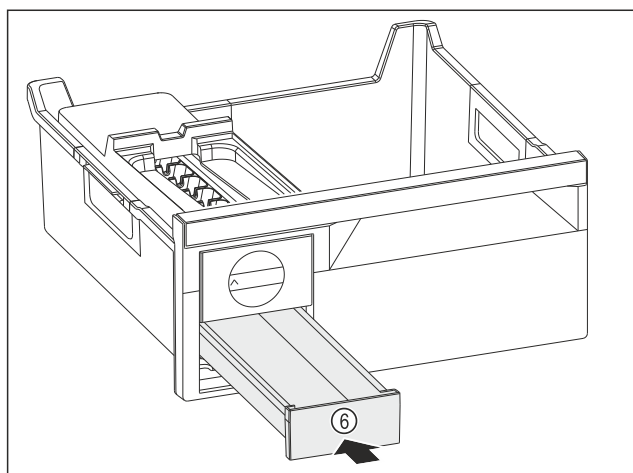

Fig. 136
- ▶ Ijsblokjesvak Fig. 136 (6) inschuiven.